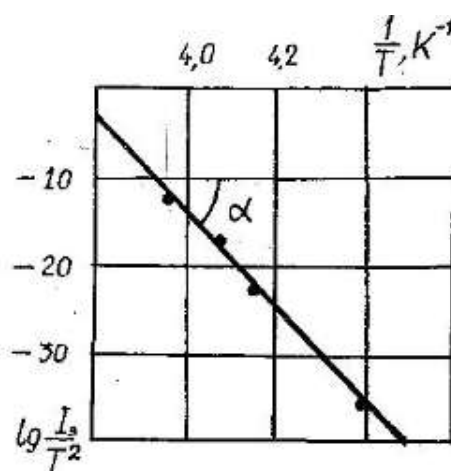

Рис. 6.5. Определение работы выхода электронов из металла
Таким образом, зависимость $\ln \frac{I_3}{T^2}$ от $\frac{1}{T}$ носит линейный характер (график на рис. 6.5 — прямая линия), и по наклону этой прямой к оси абсцисс можно определить работу выхода:
7. Построить график зависимости $\ln \frac{I_s}{T^2} = f\left(\frac{1}{T}\right)$. Определить по графику (см. рис. 6.5) работу выхода электронов из вольфрама в электрон-вольтах, где $k = 0,86 \cdot 10^{-5} \text{ эВ/К}$ - постоянная Больцмана; α — угол наклона прямой к оси абсцисс.